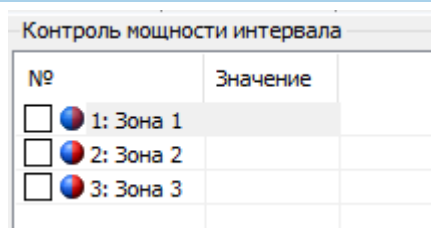

Рисунок 131 – Контроль мощности интервала
6.8.1.2 Функция контроля потребляемой активной мощности (нагрузки) настраивается в ПО *AdminTools* в разделе «*CEX08(IEC61107)* → *Конфигурация* → *Контроль сети и режимов потребления* → *Контроль мощности интервала*» (рисунок 131).
6.8.1.3 Для управления длительностью интервала контроля предусмотрен параметр «Интервал контроля мощности», значение которого выбирается из ряда: 1, 2, 3, 4, 5, 6, 10, 12, 15, 20, 30 или 60 мин. Данный параметр не зависит от интервала усреднения назначенного для профиля нагрузки. (см. рисунок 131). Данный параметр доступен ПО *AdminTools* в разделе «СEx08(IEC61107)→Конфигурация→Контроль сети и режимов потребления→Контроль мощности интервала».
6.8.1.6 Зоны контроля мощности имеют две копии активную (действующую) и пассивную (для редактирования с последующей активацией). Активация производится записью параметра «Активация зон» (рисунок 131).